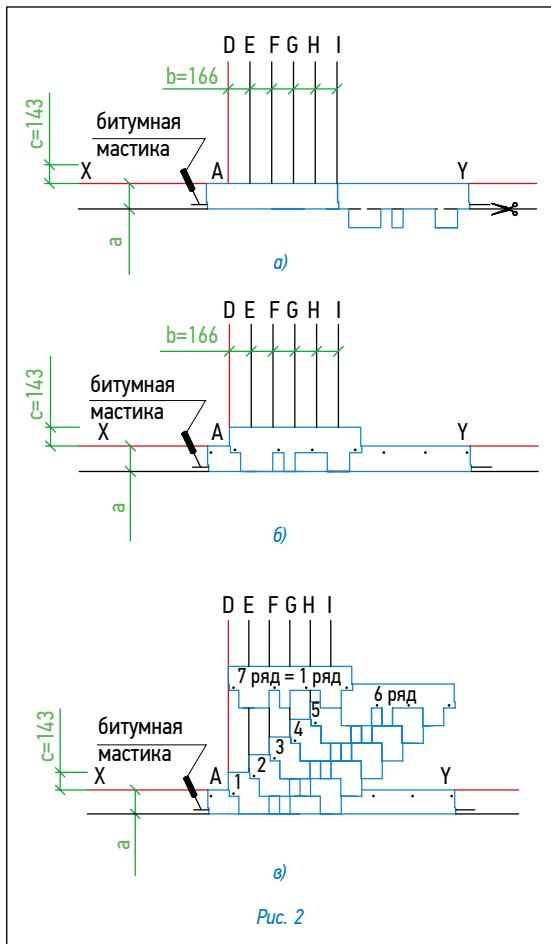

Рис. 2
- второй ряд укладывается от линии Z (со смещением 50 см от AD) (рис. 2б);
Каждый лист черепицы крепится 4 гвоздями в штатных местах (ось гвоздей на линии битумных kleевых полос) таким образом, чтобы гвоздь прошивал и верхний край нижележащего листа черепицы (рис. 2б).
Укладка материала (рис. 2)
- Начальный ряд формируется из специальной коньково-карнизной черепицы, либо из листов черепицы с обрезанными лепестками. Элементы начального ряда укладываются по линии карниза в обе стороны от линии I (рис. 2а) и фиксируются по нижнему краю битумной мастики, а по верхней кромке 4 гвоздями (ось гвоздей на 5 см ниже верхнего края полосы);
- далее первый ряд черепицы укладывается от линии AD (рис. 2б);
- второй ряд укладывается от линии Е (со смещением 16,6 см от AD) (рис. 2в);
Каждый лист черепицы крепится 4 гвоздями в штатных местах таким образом, чтобы гвоздь прошивал и верхний край низлежащего листа черепицы (рис. 2г).